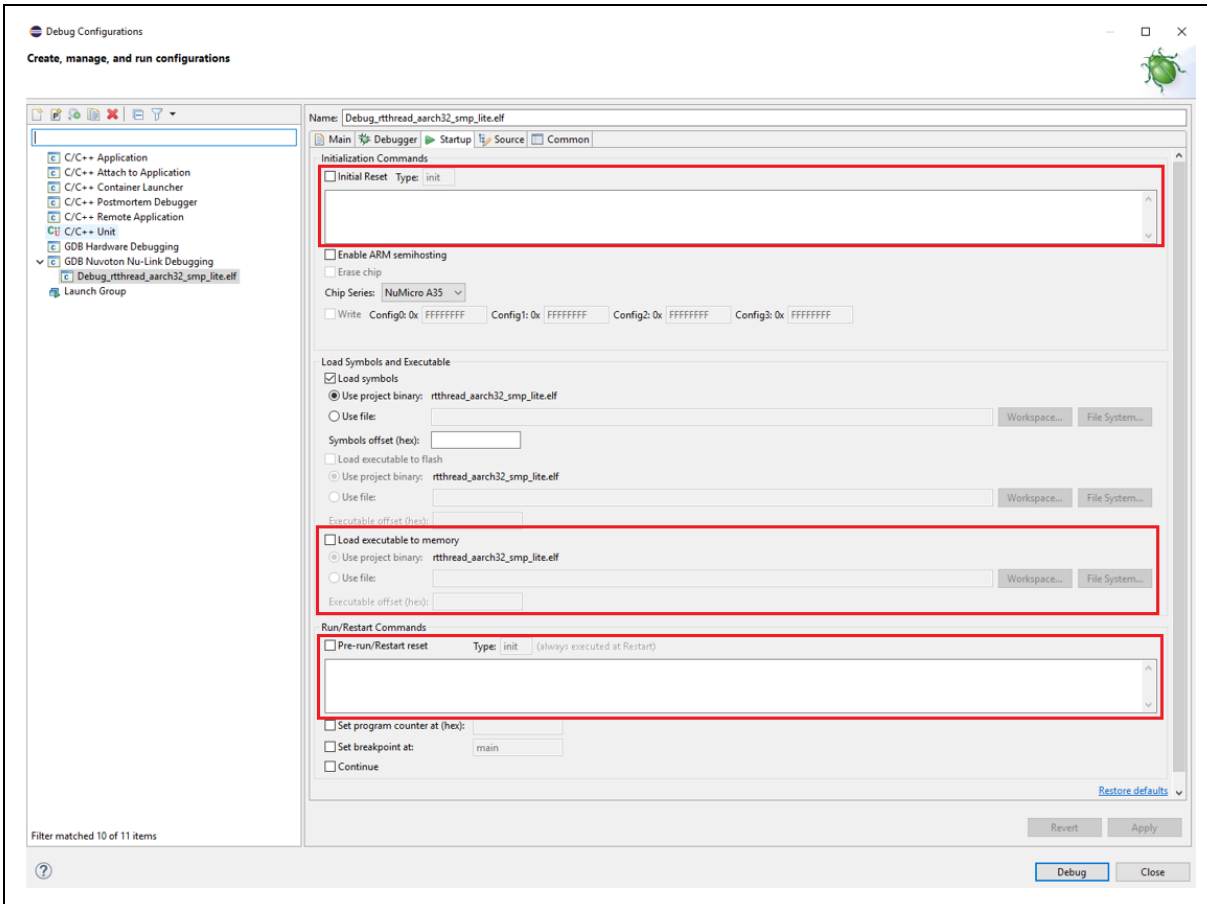

图 4-42 第二次进入调试模式设置
9. 取消选中的重置设置并重新进入调试模式（请参阅图 4-42）。